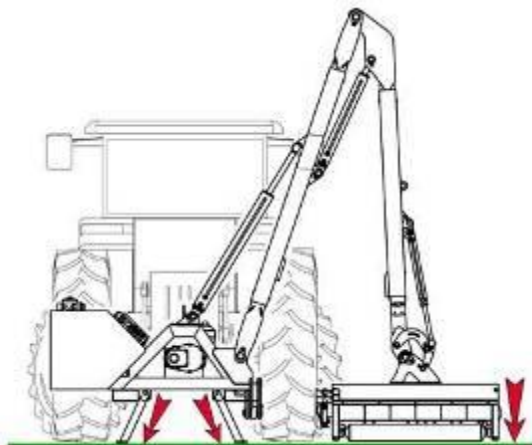

FIG. 4.14
- Опустите машину на землю с помощью гидравлики трактора, зафиксируйте положение с помощью опорных лап (РИС. 4.14).